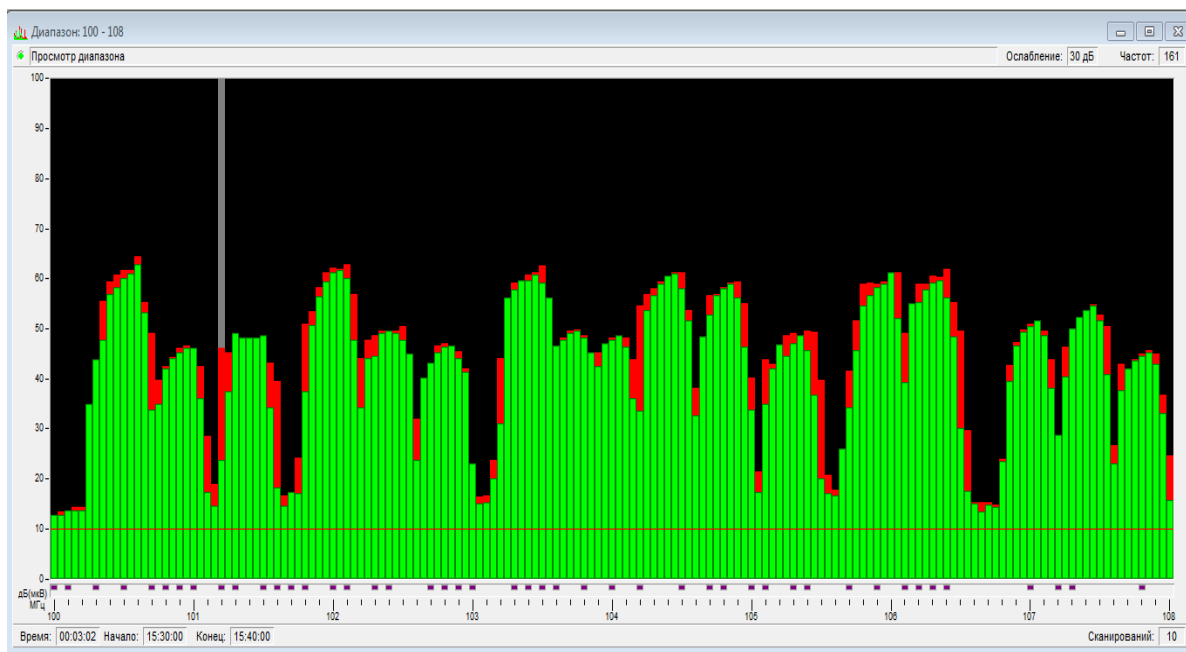

Рис.2. Окно выполнения задачи «Контроль диапазона частот».
После ввода исходных данных снять копию экрана и нажать кнопку **Старт**. В результате появится окно выполнения задачи (рис.2).
*Задание: Определите, при каких значениях исходных данных (см.рис.1) выполнялась задача, изображенная на рис.2.*